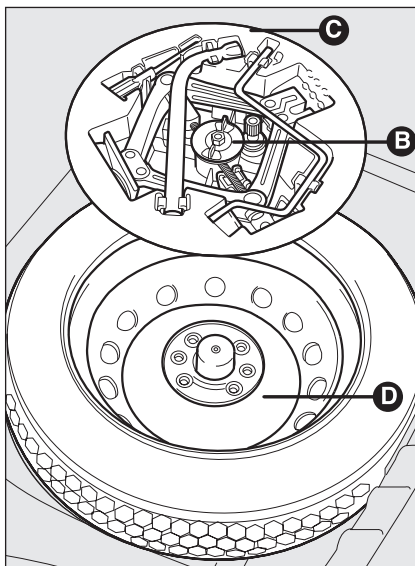

fig. 4
- ☐ desserrez la fixation **B-fig. 4**;